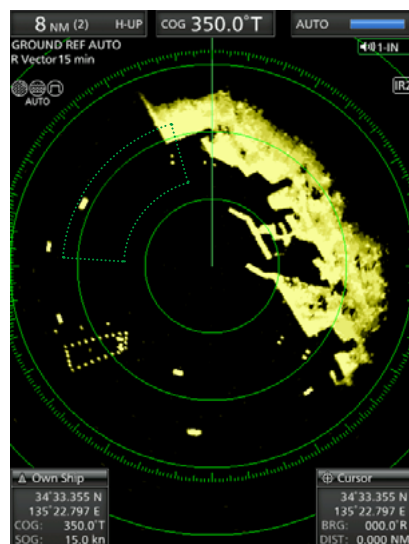

Abb. 2
- „🔊))“ und die voreingestellte Alarmzone erscheinen. (Abb. 2)